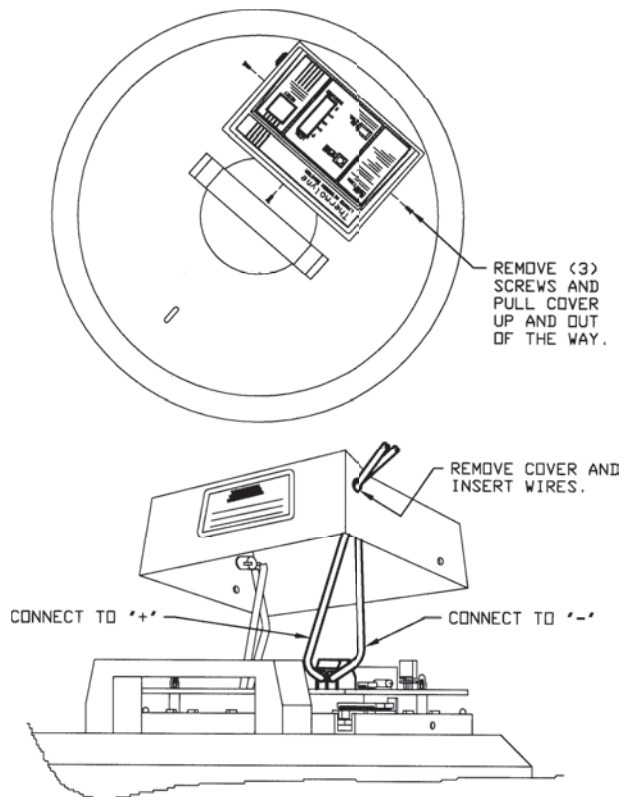

Figura 6-1. Conexión a una alarma remota
2. Retire los tres tornillos que fijan la cubierta del monitor de nivel de nitrógeno líquido. Levante la cubierta y sáquela (consulte la Figura 6-1).